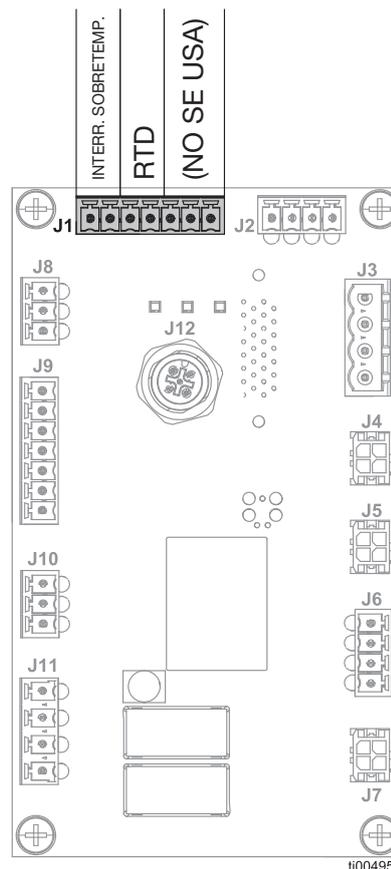

FIG. 73: Conexiones de control del melter (J1)
2. Retire la cubierta del melter (10). Consulte el apartado **Retirar las cubiertas del equipo.** Siga los pasos de la página 82.
4. Consulte la FIG. 73 y los **Esquemas eléctricos**, página 105, para ver más detalles sobre el cableado.
- b. Extraiga el cable de la RTD del ojal del armario eléctrico (210).
- d. Tire del nuevo sensor RTD a través del ojal del armario eléctrico (210).